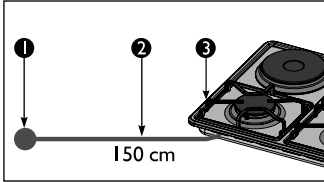

Figura 4
- La longitud de la conexión flexible de acero inoxidable debe ser la mínima posible de acuerdo con el grado de desplazamiento necesario del producto. En ningún caso será mayor que 150 cm (Ver figura 4). *Esta imagen aplica para cualquier producto de Haceb con conexión a gas excepto calentadores.*